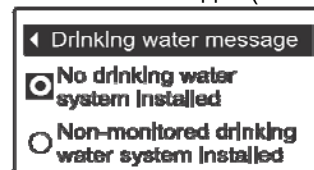

РИС. 107
4. Нажать кнопку ВЫБОР (O) для отображения меню **Сообщение о питьевой воде** (См. Рисунок 107).